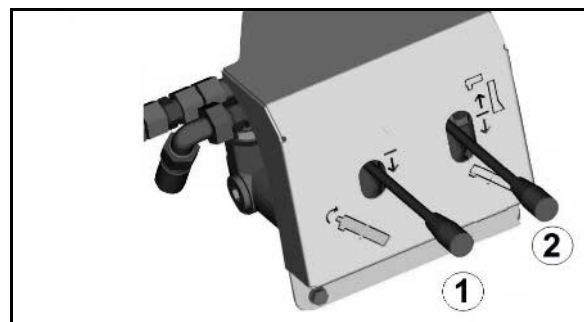

Рис. 90
7. Установите рычаг селектора (Рис. 90/1) в положение **A**.
4. При помощи гидравлики разложите загрузочный шнек (Рис. 90/2).
6. При помощи гидравлики приведите в действие загрузочный шнек (Рис. 90/1).
9. При помощи гидравлики сложите загрузочный шнек (Рис. 90/2).